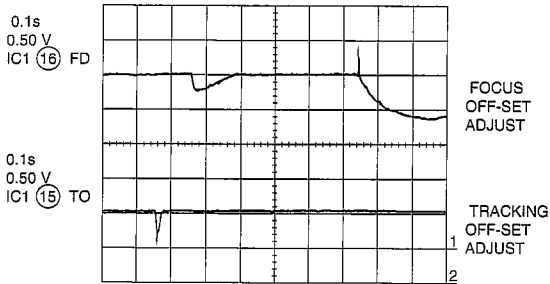

Figure 23-2
1. Focus offset (Fig. 23-2)
1. Fokusabweichung (Abb.23-2)
1. décalage de focalisation (Fig. 23-2)